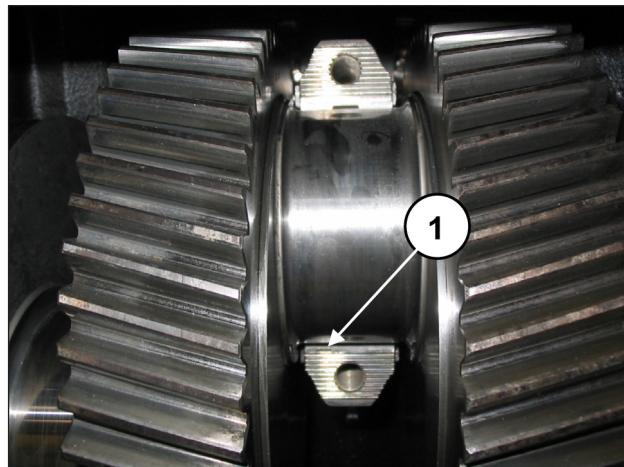

Fig. 81
Para uma montagem correta dos semi-rolamentos, verifique se a lingueta de referência dos semi-rolamentos está posicionada na compartimento apropriado na semi-bielas (pos. ①, Fig. 81).